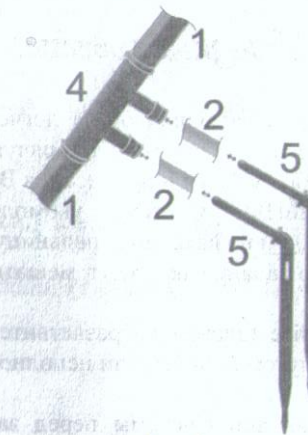

Рис.4
6. Нарезьте шланг для капельниц (2) в соответствии с Вашей схемой посадки.
7. Соедините малые разветвители (4) с капельницами (5) (Рис.4) при помощи Ваших нарезанных шлангов для капельниц (2).